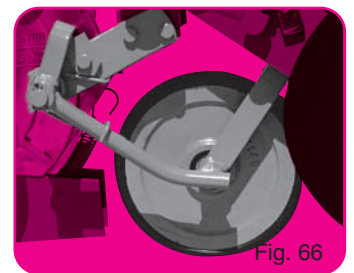

Fig. 66
- Roulette intermédiaire à bandage autonettoyant (fig. 66)
- Intermediate rubber press wheel (fig. 66)
- Mittlere Andruckrolle mit selbstreinigenden Gummireifen (Abb. 66)
- Промежуточное прорезиненное прикатывающее колесо (рис. 66)